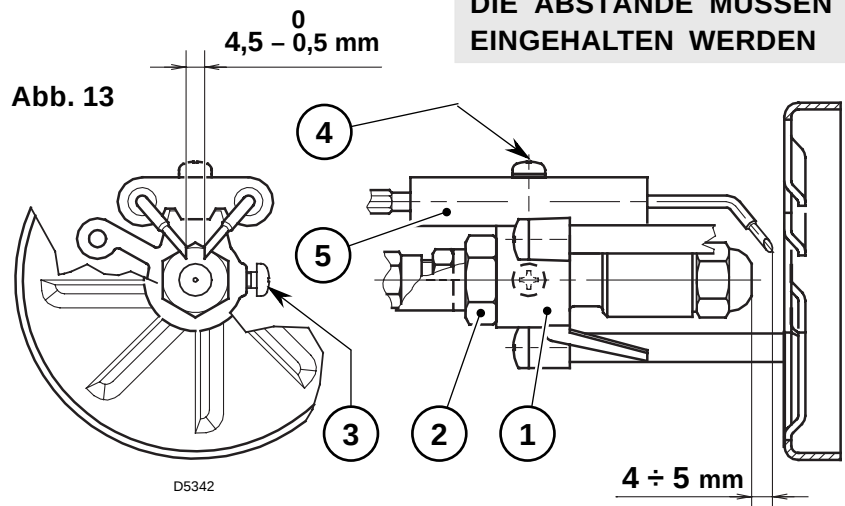

Abb. 13
- Den Brenner an dem Flansch (1) hängen, das Brennerrohr (2) wegnehmen, nachdem man vorher die Schrauben (3) gelockert hat.
- Die Zündkabel (4) von den Elektroden abziehen, den Stauscheibenhalter (5) vom Düsenstock herausnehmen, nachdem die Befestigungsschraube (3, Abb. 13, Seite 7) gelockert wurde.
- Die Düse (6) richtig anschrauben, wie in der Abbildung dargestellt.
- Den Düsenstock (1) herausnehmen, nachdem vorher die Schrauben (2) gelockert, die Mutter (3) gelöst, die Zündkabel (4) vom Steuergerät und der Photowiderstand (5) abgenommen wurden.
- Die Zündkabel (4) von den Elektroden abnehmen, den Stauscheibenhalter (8) vom Düsenstock (1) herausnehmen, nachdem die Schraube (3, Abb. 13) gelockert wurde.
- Die Düse (9) richtig anschrauben, wie abgebildet.
4.4 ELEKTRODENEINSTELLUNG (siehe Abb. 13)
- Öldüse austauschen (siehe Abb. 12, Seite 7) und die korrekte Stellung der Elektroden überprüfen (Abb. 13, Seite 7).